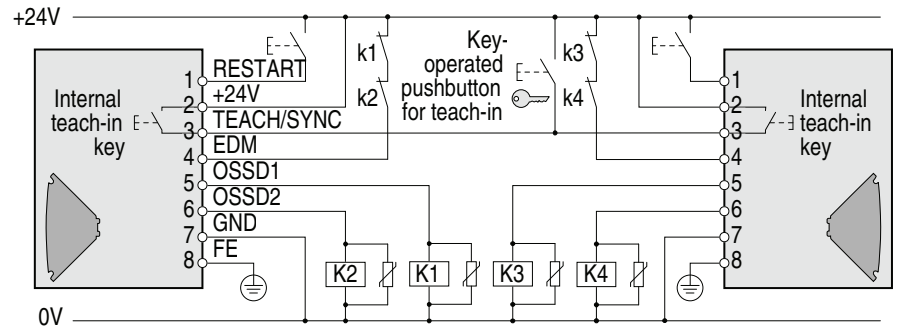

图 23 - 连接两台同步 SC300
- 如果在一个应用项目中使用两台 SC300，则两个系统应使用同一外部钥匙操作式示教按钮 (参见图 23)。